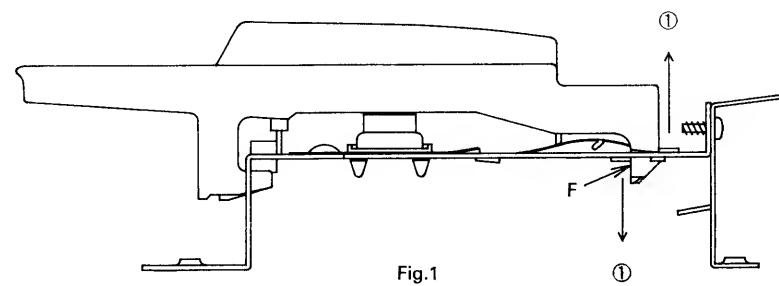

Fig.1
3. Verify that there is on clearance between the key fulcrum and portion F in the chassis. Attach the stopper (Fig. 1) on the portion F.
3. KEY 支点部とシャーシ係合部間 (F) に隙間の無い事を確認し、ストッパーは Fig. 1 に示す (F) に沿って貼る。
①CONTACT BOARD INSTALLATION